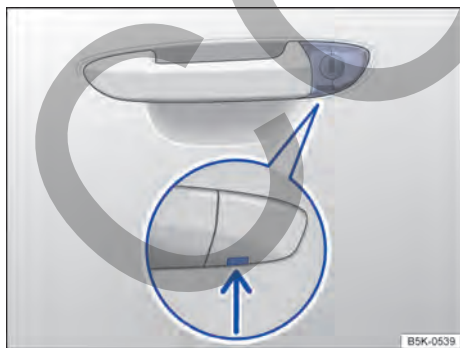

Fig. 52 Manilla de la puerta del conductor: botón de cierre cubierto.
- Introducir la paleta de la llave por abajo en la apertura de la cubierta → fig. 52 (flecha).